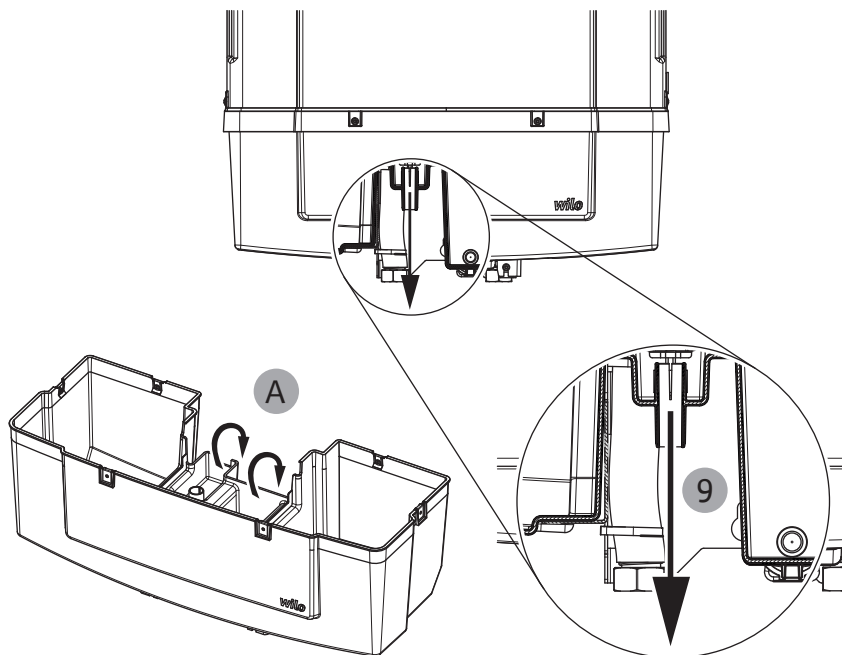

Fig. 11: Overloop
- Het is niet toegestaan om apparaten of voorwerpen onder het product op te stellen of erop aan te brengen. De installatie heeft een geïntegreerde overloop (Fig. 11, pos. A).